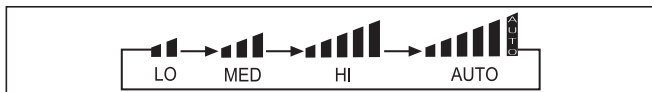

Abb. 7.7 Gebläsedrehzahl.
- Drücken Sie die Taste FAN, um die Gebläsedrehzahl auszuwählen. Die Drehzahl des Gebläses ändert sich mit jedem Drücken wie angezeigt, siehe Abbildung 7.7.